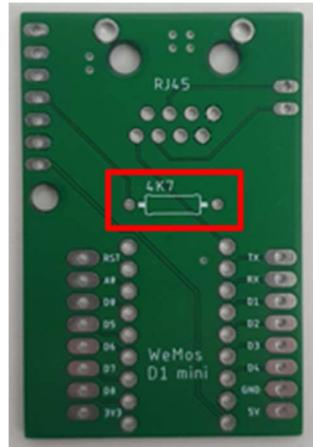

Figura 16 - Resistência de $4K7\Omega$
2. Ainda na mesma face da placa, coloque a resistência de $4K7\Omega$ no local destinado e proceda à sua soldadura, caso não deseje colocar a resistência, terá de colocar um pequeno fio no mesmo local e soldá-lo (Figura 16).